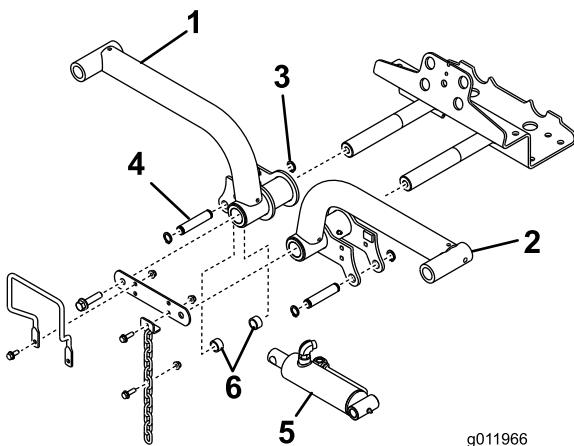

Figure 15
4. Insérez les bras de relevage sur les axes de pivot (Figure 15), et fixez chacun d'entre eux avec une biellette et les boulons retirés précédemment.
6. Fixez l'extrémité droite du vérin de relevage au bras de relevage droit avec une goupille et 2 entretoises (Figure 15). Fixez l'ensemble avec une bague de retenue.